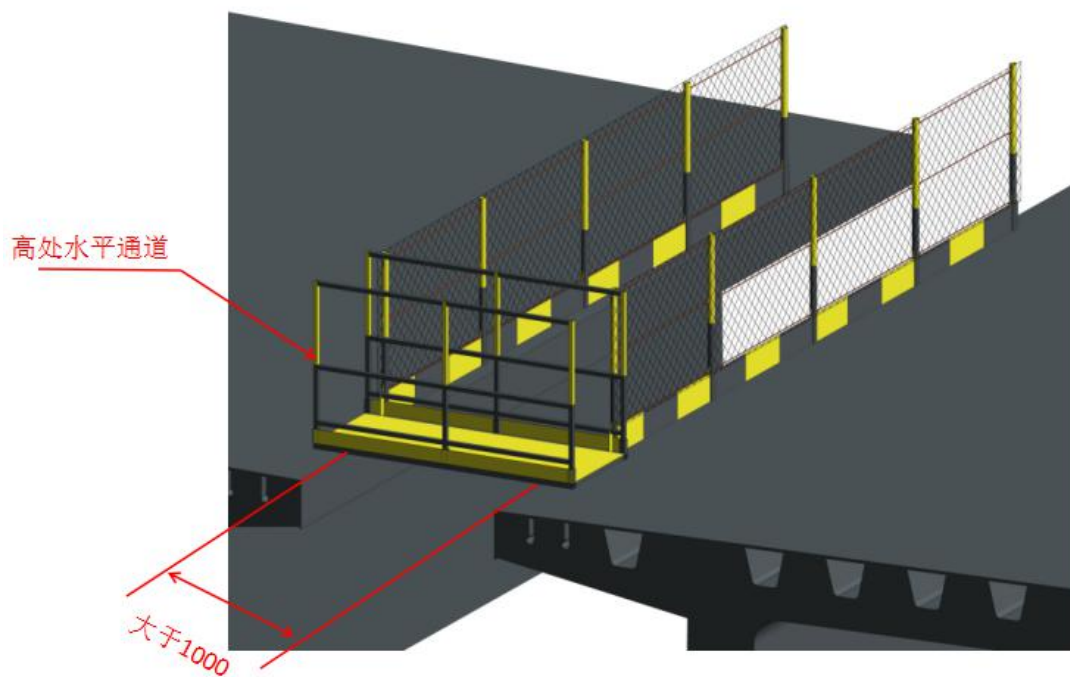
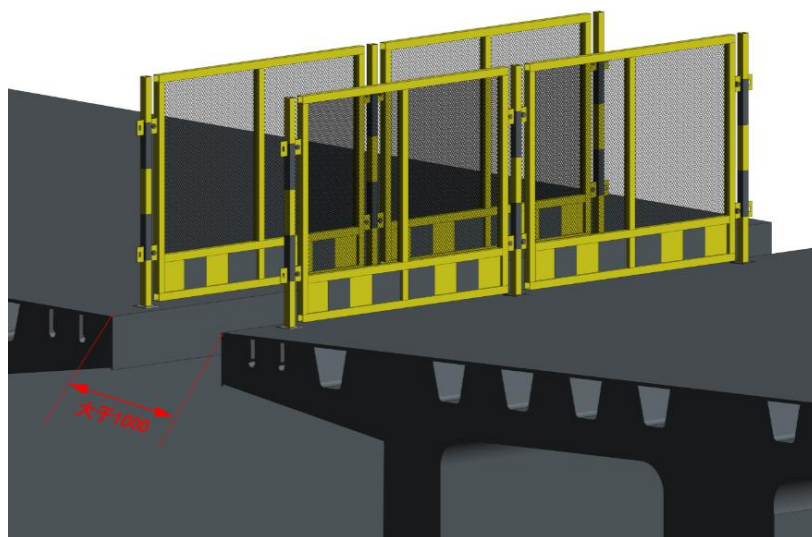

图 3.9-3 桥梁间条形缝防护示意图
图 3.9-4 桥梁间条形缝防护示意图
3、短边长在 1000mm 以上的桥梁间条形缝防护，按照高处临边防护工具式、钢管扣件式要求设置安全防护措施。（图 3.9-3、图 3.9-4）